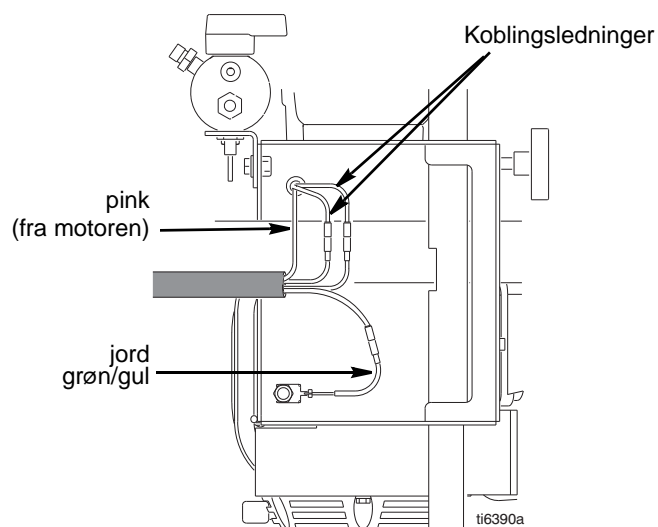

FIG. 12
2. FIG. 12. Afmonter alle nødvendige ledninger.
3. FIG. 12. Forbind alle nødvendige ledninger.
- FIG. 12. Skub stiften (31) ind i hullet. Skub holderingsfjederen ind i rillen hele vejen rundt om plejlstangen.